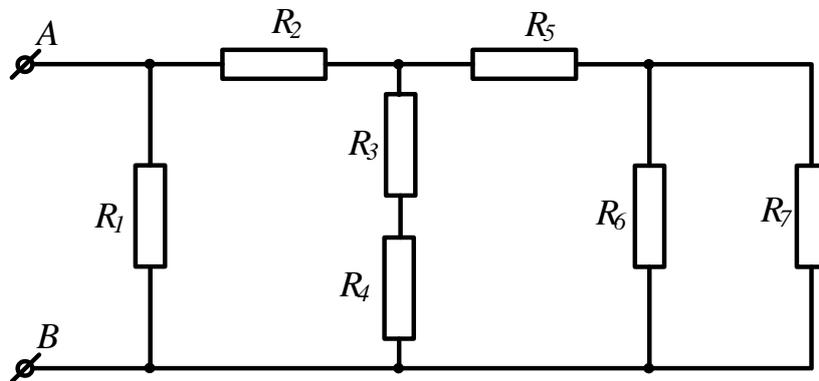

Рисунок 4
**Задача 1.** Определить эквивалентное сопротивление цепи (рис.4) между зажимами АВ, если  $R_1=R_2=15\text{Ом}$ ,  $R_3=R_6=20\text{Ом}$ ,  $R_4=R_5=17,5\text{Ом}$ ,  $R_7=12\text{Ом}$ .